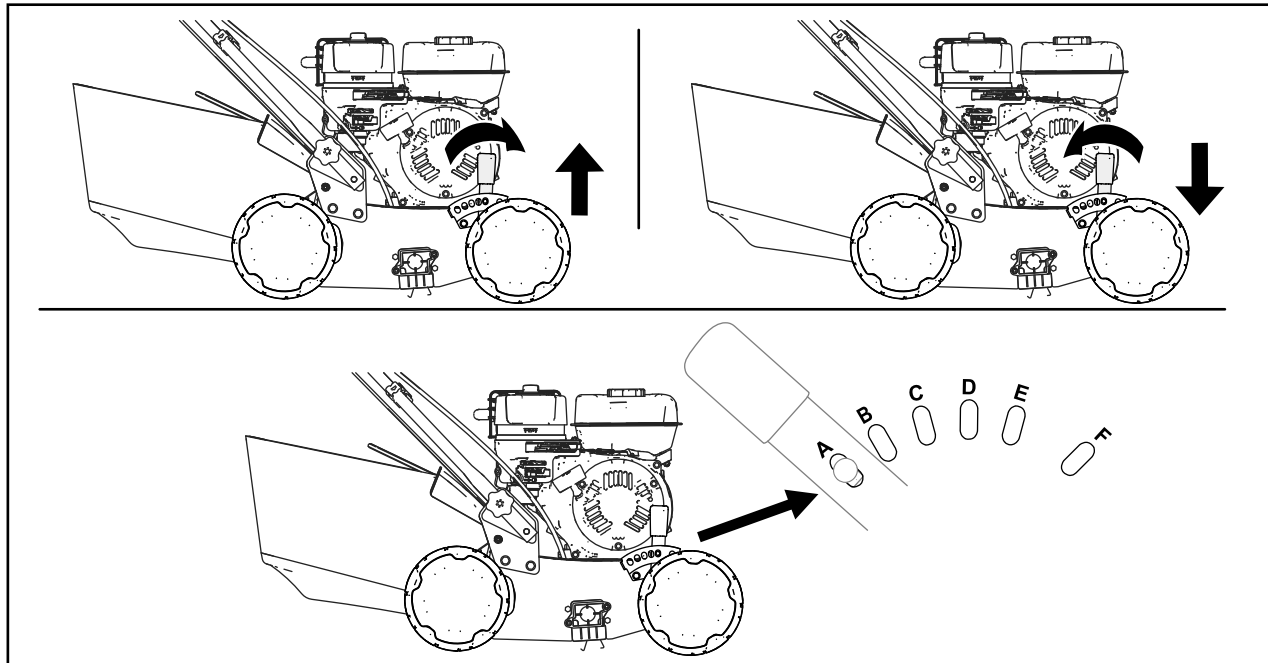

Figure 11
3. Pour régler la profondeur de coupe maximale, déplacez le levier de profondeur de coupe en le poussant vers la machine et en l'engageant dans une fente différente (Figure 11).
- La profondeur de coupe varie selon l'arbre que vous avez monté ; voir la Figure 11 et le tableau suivant.